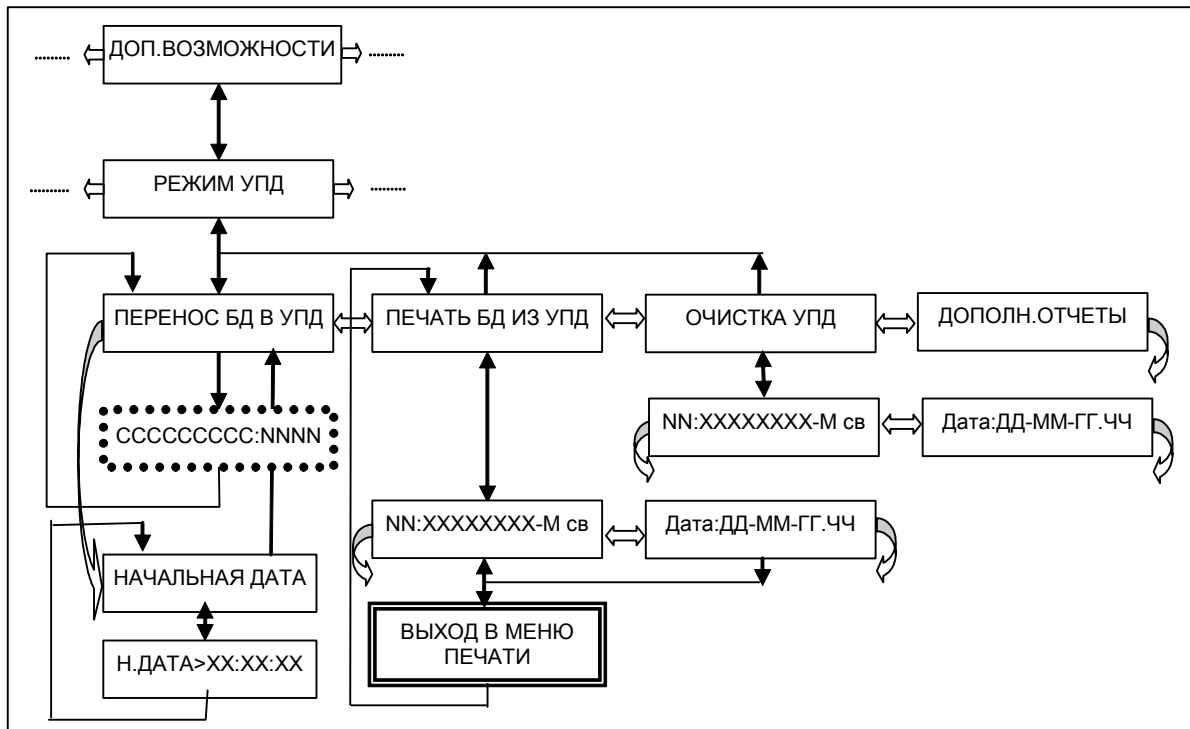

Рисунок 12 — Структура меню переноса данных
- войти в подменю «**Перенос БД в УПД**» меню переноса данных (рисунок 12) и клавишей «←» перейти к подменю «**Начальная дата**»;